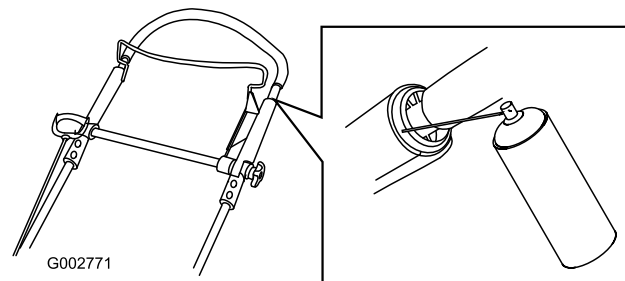

Рисунок 44
1. Распылите смазку на наружный пластмассовый конец внутренней части рукоятки (Рисунок 44).